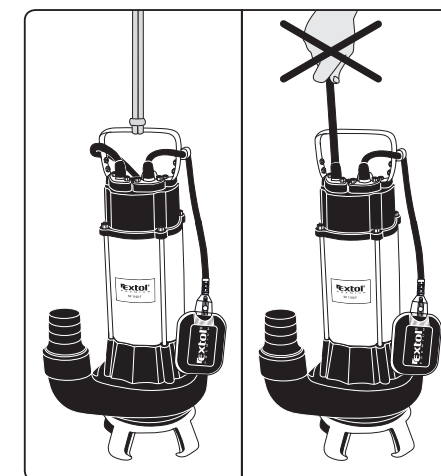

Abb. 5, Illustratives Bild
7. Senken Sie die am Seil befestigte Pumpe langsam ins Wasser (Abb. 5), sodass die Pumpe vollständig in das Wasser in Bezug auf die Wasserspiegelhöhe eingetaucht ist. Die Pumpe darf nicht durch Halten am Versorgungskabel ins Wasser abgesenkt werden, da dies die Dichtung um das Kabel am Eintrittspunkt in die Pumpe beschädigen und Wasser in den elektrischen Teil der Pumpe eindringen kann, wodurch ein Stromschlag oder Tod verursacht werden kann.